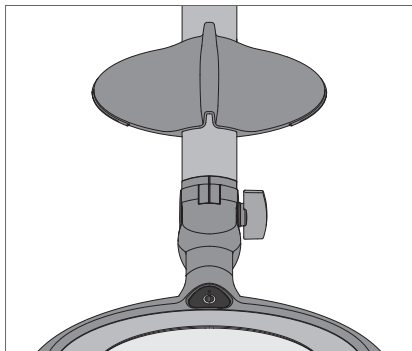

Fig. 4: Posare la copertura della lente.
- Bloccare la copertura della lente sull'asta dell'apparecchio di illuminazione, vedi Fig. 4.